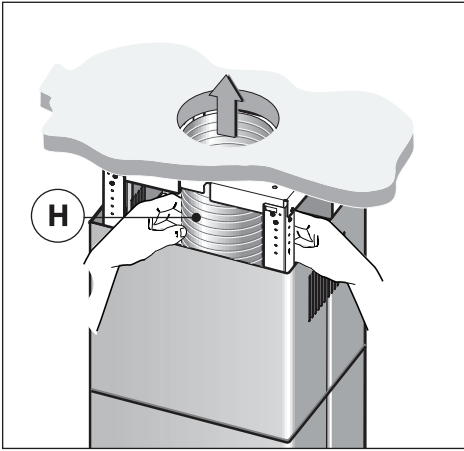

Fig.10
- **Versão aspirante:** Fixar o tubo flexível no furo de evacuação do ar predisposto (Fig.10).